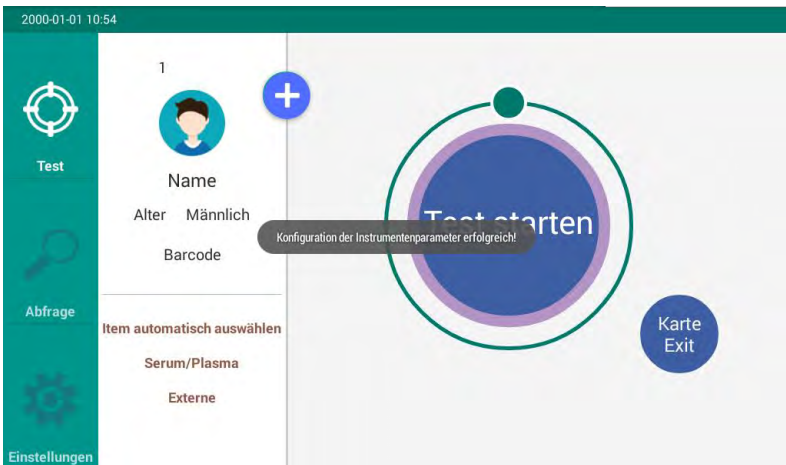

Abbildung 4.1 Standby-Schnittstelle
- 3) Nach erfolgreichem Selbsttest wird die Standby-Schnittstelle angezeigt, wie in Abbildung 4.1 gezeigt;